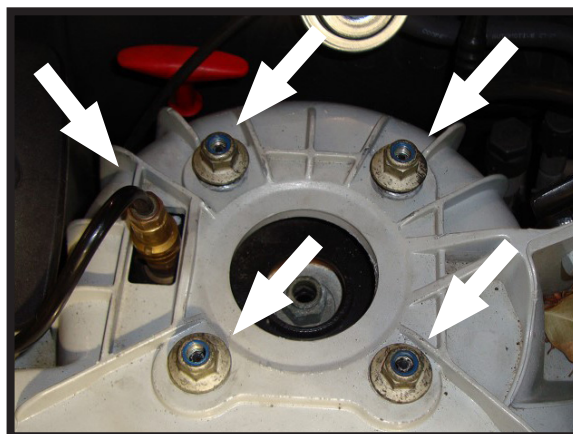

图5
7. 从单向阀上断开空气管路并拆下四（4）个减震器固定螺母。将未使用的空气管路插入合适的位置（远离移动部件和热源）。（图5）